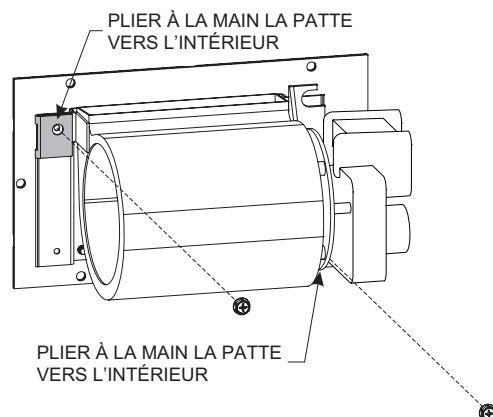

Figure 11
6. Plier la patte, tel qu'illustré à la Figure 11 et la fixer solidement à l'aide de deux (2) vis.